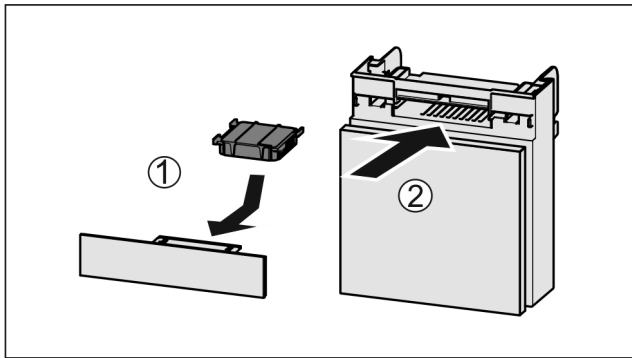

Fig. 81
- ▶ Inserire il vano Fig. 81 (2).